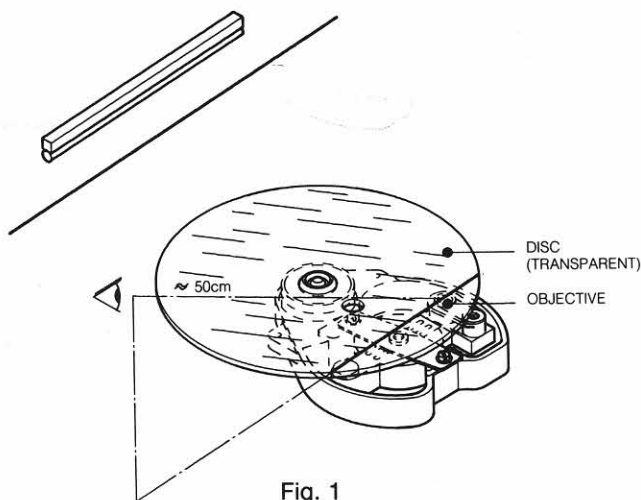

Fig. 1
- Zet de arm in de middenstand. Draai het apparaat zo, dat de arm evenwijdig staat met de lijn onder de lichtbron (zie Fig. 1).